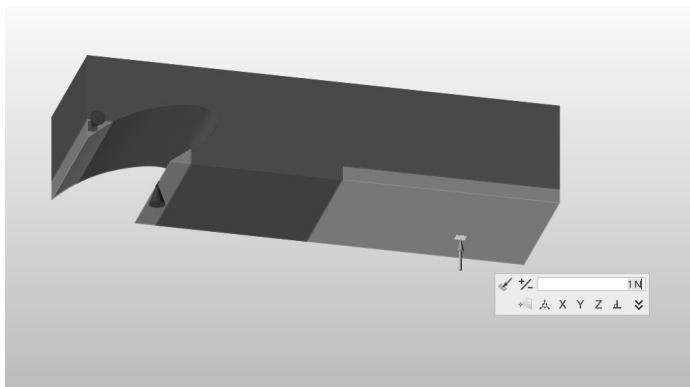

图 9-15 对面施加力
5) 点选图 9-15 所示的面, 为该面施加一个 1N 的力, 代表人手对启瓶器施加的作用力。